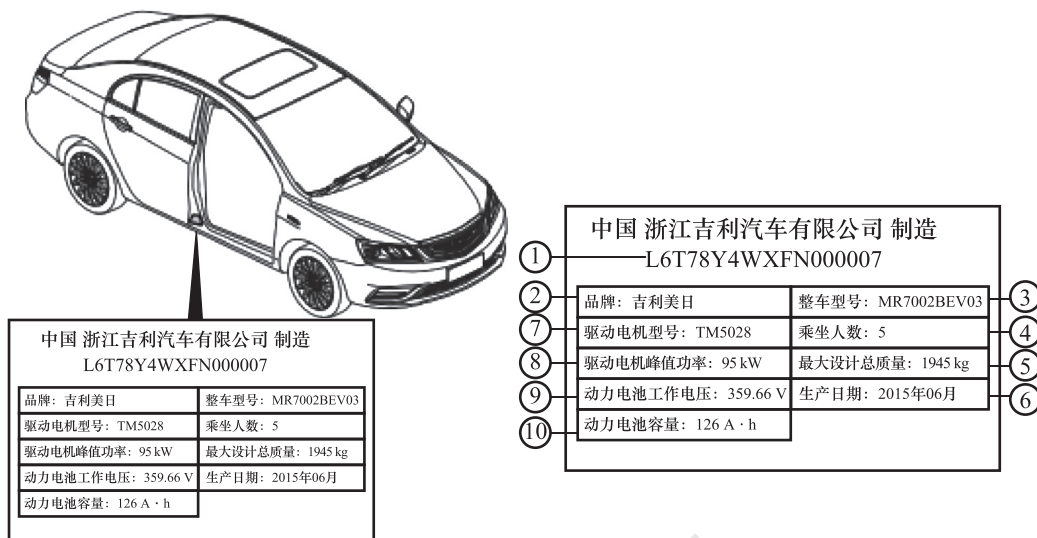
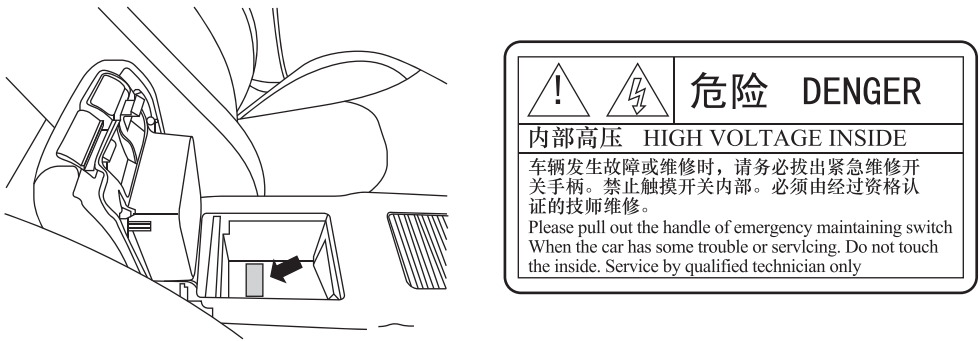

图 1-1-4 车辆合格证明标牌位置及内容
图 1-1-7 紧急维修开关标贴位置及内容
1. 车辆各标牌位置及内容（图 1-1-4~图 1-1-7）